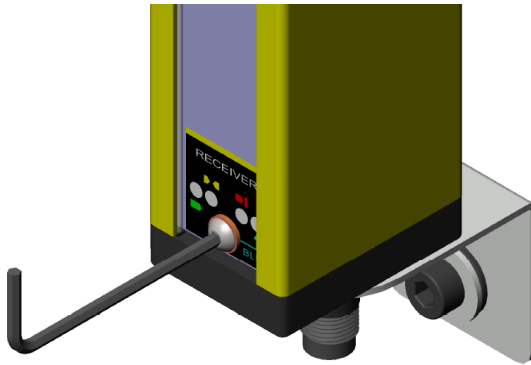

Figura 5
2. Remover o parafuso do frontal de sinalização no módulo receptor utilizando uma chave Allen que acompanha o produto (figura 5 e 6).